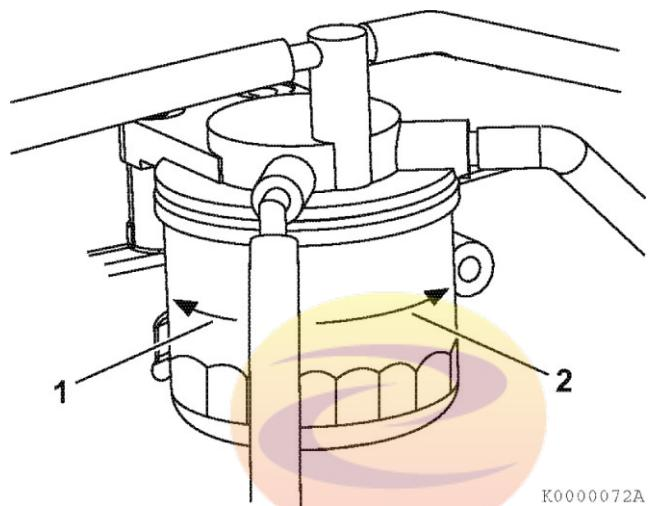

Рисунок 50
3. Снимите топливный фильтр с помощью специального ключа, поворачивая его налево (рисунок 50 (1)).
5. Установите новый топливный фильтр. Затягивайте его рукой вправо (рисунок 50 (2)) до тех пор, пока он не войдет в контакт с посадочной поверхностью. С помощью специального ключа затяните топливный фильтр с усилием 19.6 – 23.5 Н·м, 2.0 – 2.4 кгс/м) или на один дополнительный оборот.